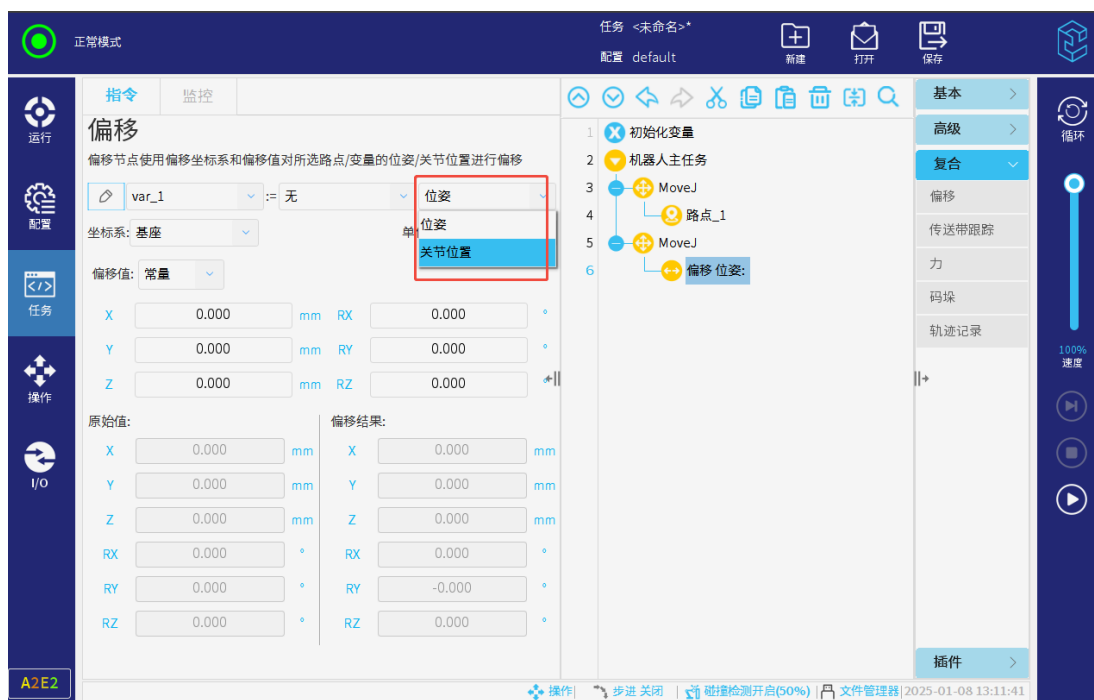

图 3-113: 选择路点的引用数据类型
- 若数据源为路点，则点击最后一个下拉框，针对所选路点选择位姿或关节位置，作为引用数据类型，如图 3-113 所示。